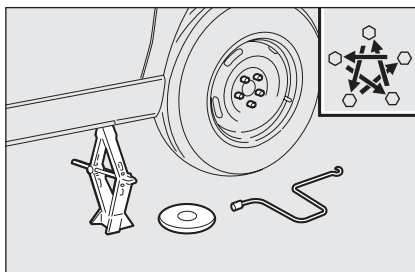

fig. 7
- ☐ stringere a fondo i bulloni, passando alternativamente da un bullone a quello diametralmente opposto, secondo l'ordine illustrato in **fig. 7**;